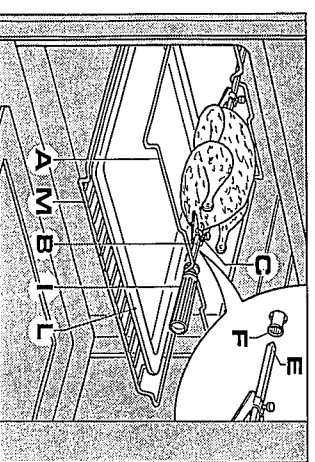

Fig. 10
- Enfiler le poulet ou la pièce à rôtir sur la broche **B** en prenant bien soin de l'immobiliser entre les 2 fourches **C**, de bien l'équilibrer afin d'éviter des efforts inutiles au moteur (voir fig. 10).
- Après avoir enfilé le support **A** sur la glissière correspondante, appuyer la broche sur le support et introduire l'extrémité **E** de la broche dans le clabot spécifique du moteur **F** (fig. 10).
- Pour recueillir le jus, placer la lèchefrite du four **L** sur la grille **M** et la introduire sur la glissière inférieure (voir fig. 10).